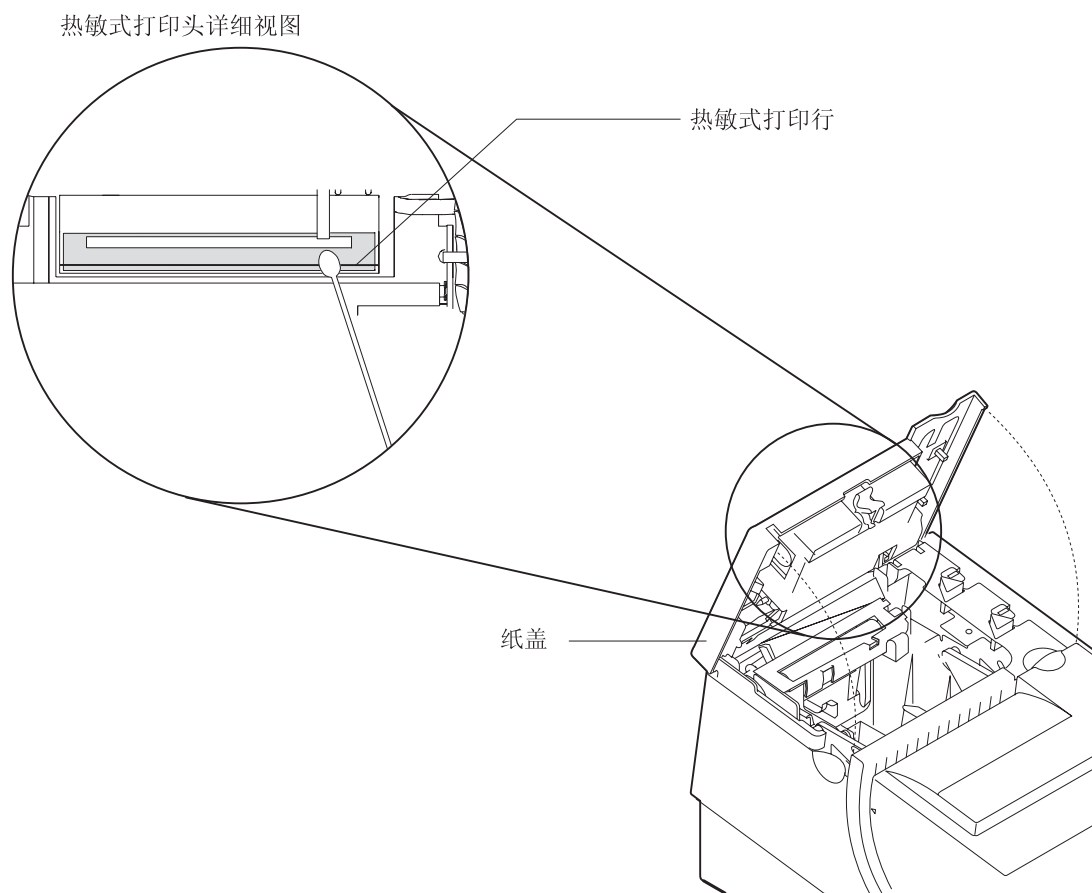

图 25. 打印头与打印行区域 (型号 T15 和 TG5)
2. 使用浸泡过异丙醇的棉签，在打印头的打印行及其周围区域，轻轻拭擦数次。请参阅图 25。